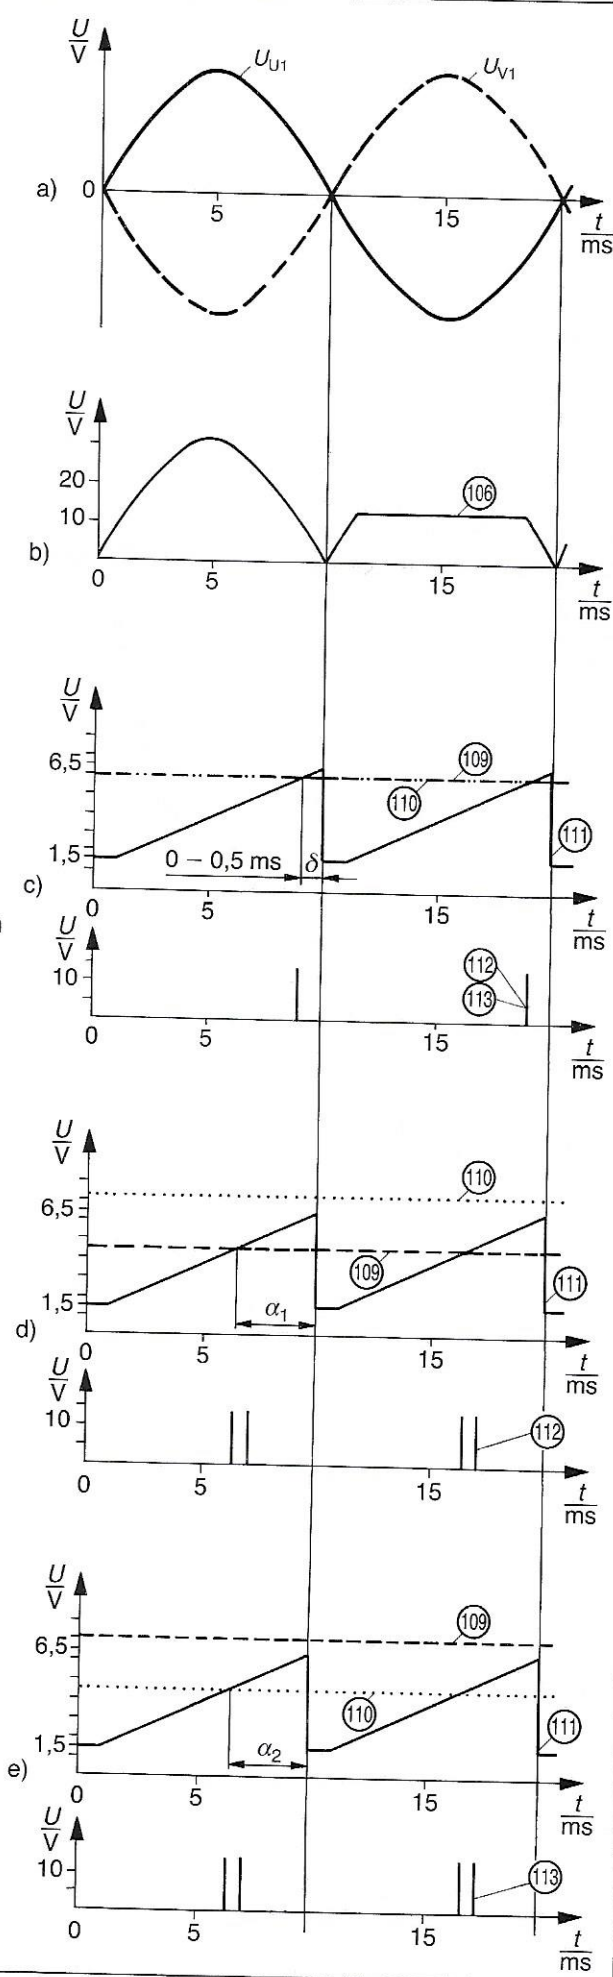

Abb. 6: Umwandlung der zündwinkel-analogen Spannungen in netzsynchrone Zündimpulse (Darstellung für 50 Hz-Betrieb)
Dazu vergleicht er die Ausgangsspannung  $U_{103}$  von V 104 an MP(109) im IC 101 und die Ausgangsspannung  $U_{110}$  von V105 an MP(110) im IC102 mit der netzsynchronen Sägezahnspannung  $U_{111}$  (vgl. Abb. 6 und Blockschaltplan, Technische Dokumentation).